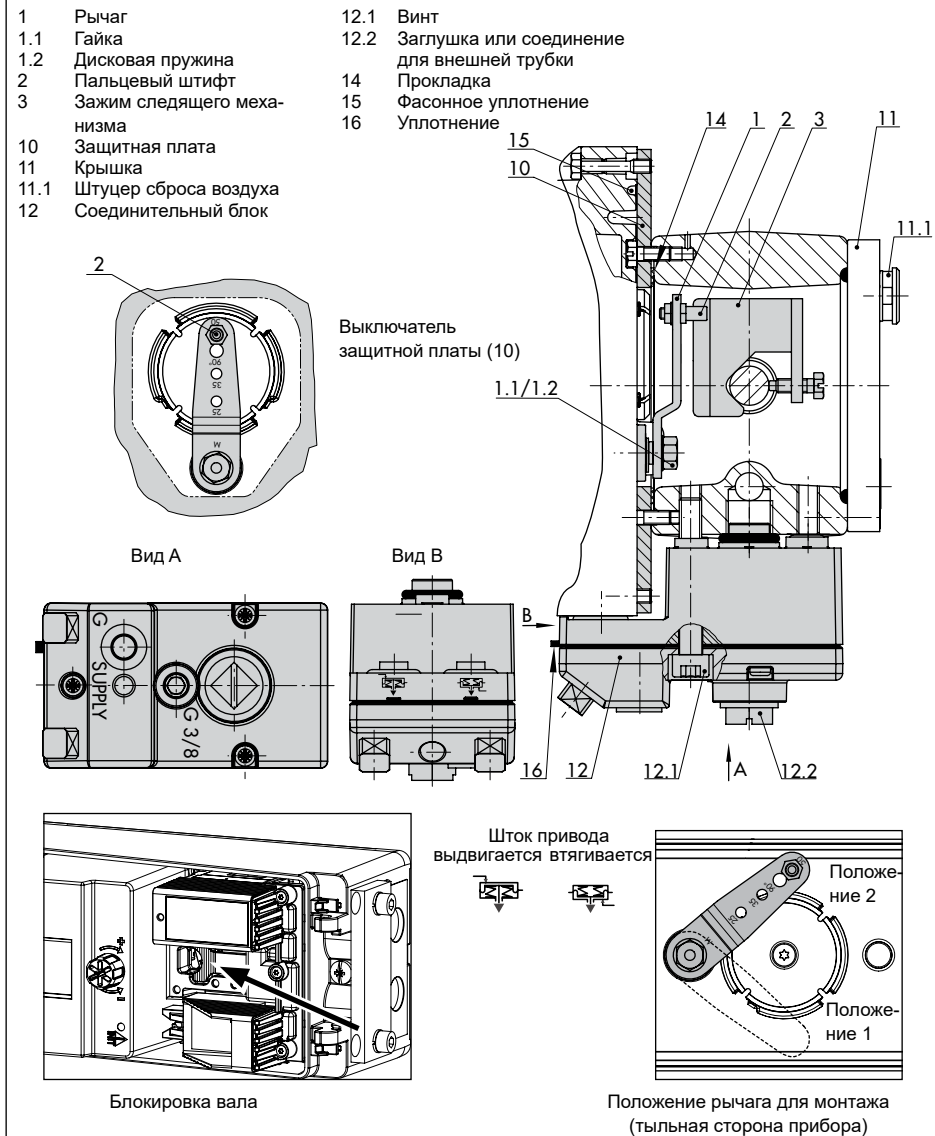

Рис. 9: Прямой монтаж на привод Тип 3277 (240, 350, 355 и 750 см²)
- ➔ Привод площадью от 240 до 750 см² (Рис. 9)
1. Установите зажим следящего механизма (3) на шток привода, выровняйте и зафиксируйте таким образом, чтобы крепёжный болт находился в пазе штока привода.
2. Защитную плату (10) узкой стороной выреза зафиксируйте в направлении соединения управляющего давления. Приклеенная плоская прокладка (14) должна указывать в сторону рамы привода.
3. Проверьте положение пальцевого штифта (2) на рычаге М (1). Тип монтажа см. в таблицах рабочего хода. При необходимости, положение штифта можно изменить (см. раздел 5.2).
4. Вставьте фасонное уплотнение (15) в паз корпуса позиционера.
5. Вращайте рычаг против часовой стрелки до тех пор, пока усилие пружин не станет ощутимым (положение 1), а затем поверните его в положение 2 (см. Рис. 9, внизу справа).
6. Используйте стопор вала (см. Рис. 9, внизу слева), чтобы зафиксировать рычаг в положении 2.
7. Установите позиционер на защитную плату таким образом, чтобы пальцевый штифт (2) укладывался на верхней стороне зажима следящего механизма (3). Рычаг (1) при усилии пружин должен укладываться на зажим следящего механизма.
На чёрном соединительном блоке удалите пробку (12.2 Рис. 9 на стр. 46) и выполните пневматическое соединение с камерой пружины с вентилируемой стороны.